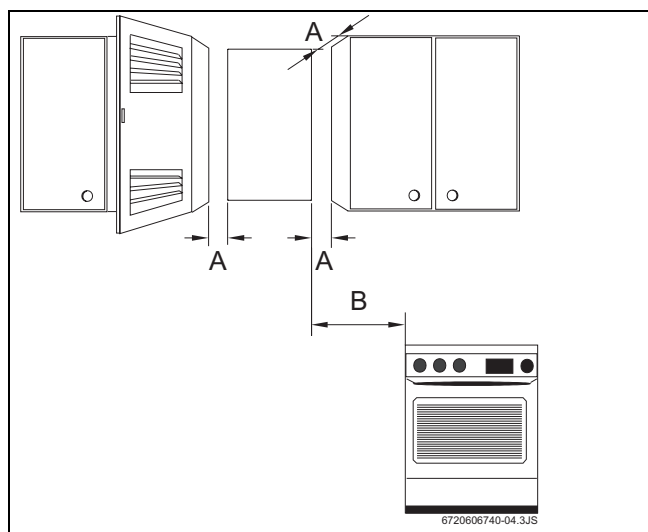

Fig. 16 Distancias mínimas
- ▶ Observe las medidas mínimas de instalación indicadas en la Fig. 16.
- ▶ Espacio suficiente para efectuar los trabajos de mantenimiento, respetando las distancias mínimas indicadas en la Fig. 16.